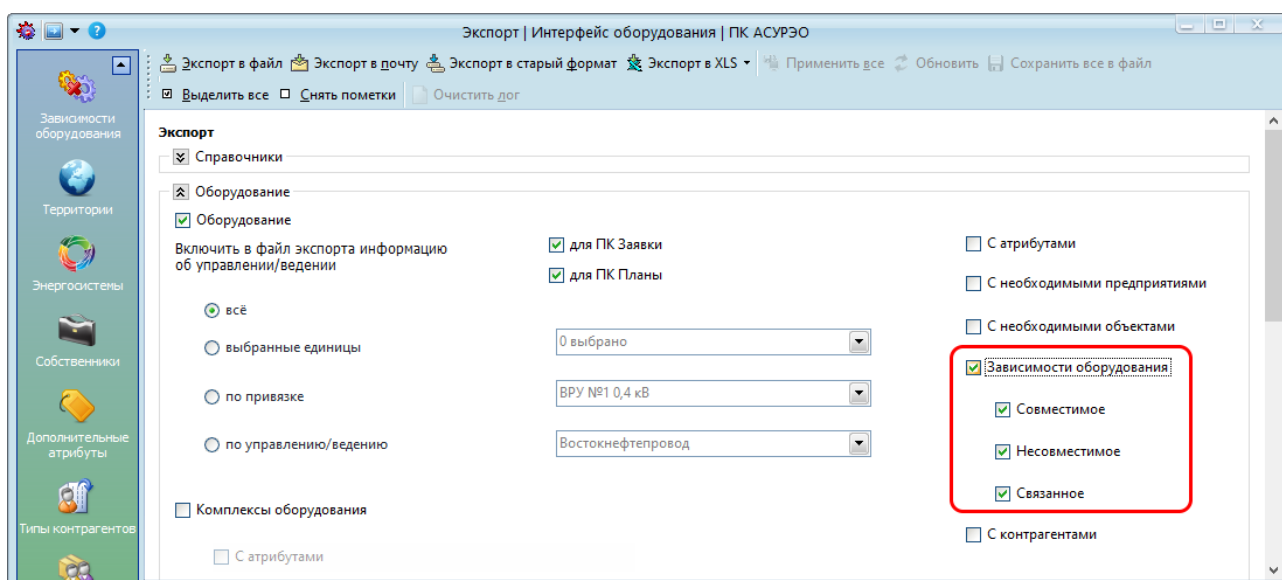

Рисунок 21.20 – Экспорт оборудования с зависимостями
- «**Зависимости оборудования: совместимое, несовместимое, связанное**» - в файл экспорта вносится выбранное оборудование с информацией о зависимостях (Рисунок 21.20). Экспорт оборудования совместно с зависимостями возможен только в том случае, если не выбран экспорт справочника «Зависимости оборудования» (см. раздел «21.2.7 Экспорт справочника «Зависимости оборудования»»).